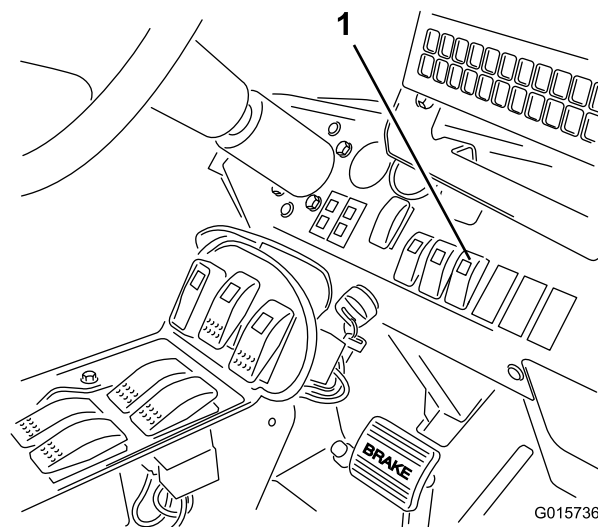

Figura 24
- Pressione o interruptor da rampa Sonic ao tablier para a posição Auto (Figura 24).